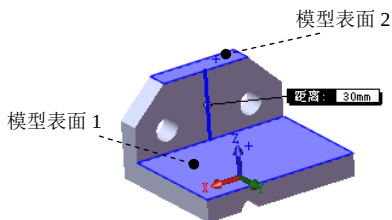
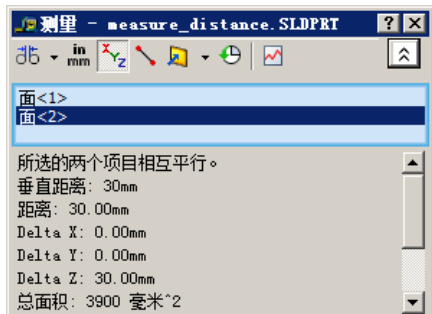

图 4.10.4 选取要测量的面
图 4.10.5 “测量-measure_distance”对话框
Step4. 测量面到面的距离。先选取图 4.10.4 所示的模型表面 1,然后选取模型表面 2,在图形区和图 4.10.5 所示的“测量-measure_distance”对话框中均会显示测量的结果。